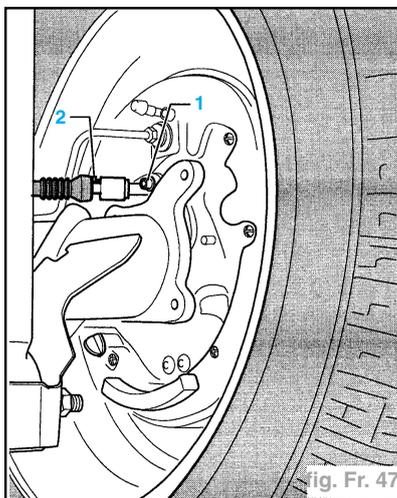

fig. Fr. 47
- La dépose et la pose du capteur de régime se font de la même manière qu'avec la version à disque (fig. Fr. 47) :